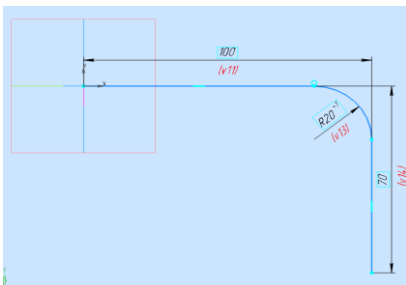

Рис. 27.
- в плоскости, перпендикулярной эскизу-сечению, например, **YZ**, от начала координат откладываем вправо отрезок длиной 100 мм и вниз длиной 70 мм и выполняем скругление между ними радиусом 20 мм (рис. 27). После построения скругления, отрезок длиной 70 мм надо усечь, используя на инструментальной панели